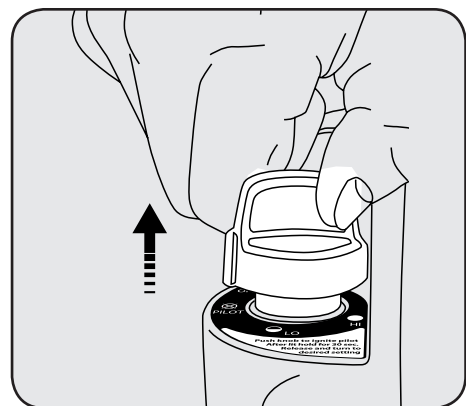

Figura 5
5. Después de encender el piloto, suelte la perilla. Ver la Figura 5. La perilla debe quedar extendida por completo. Para operar el calentador, presione levemente la perilla y gire suavemente para asegurarla en la posición deseada.